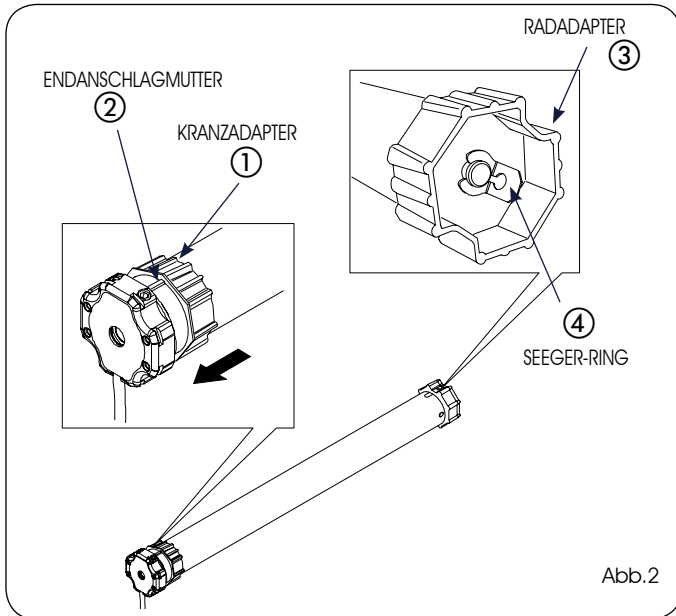

Abb.2
- 1) Den Kronenadapter (Abb.2, Bez.①) in den Rohrmotor so weit einführen, bis er vollständig in der in der Endanschlagsmutter enthaltenen Führung eingesetzt ist (Abb.2, Bez.②).
- 2) Den Radadapter (Abb.2, Bez.③) in die Motorwelle einsetzen und mit dem im Lieferumfang enthaltenen Seeger-Ring festspannen. (Abb.2, Bez.④).